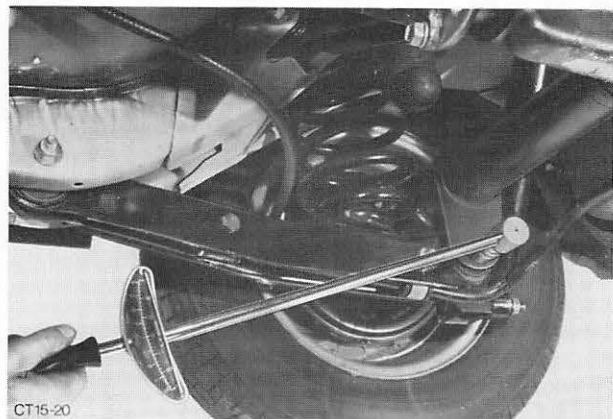

Abb. 25 Schrauben mit vorgeschriebenem Drehmoment festziehen
18. Muttern der Längs- und Schräglenkerbolzen an der Hinterachse mit vorgeschriebenem Drehmoment festziehen. Abb. 25.